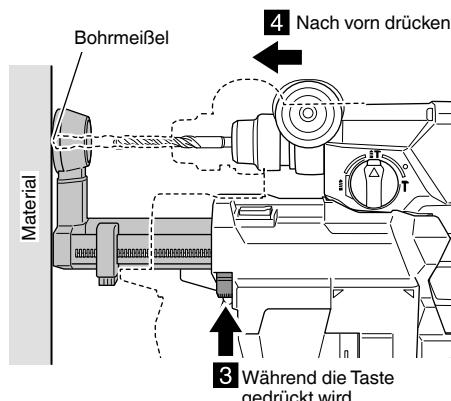

Abb. 6
- (3) Während Sie die Düseinstelltaste in Pfeilrichtung drücken, drücken Sie das Werkzeug zum Material, so dass sich die Düsenposition verkürzt, bis die Position erreicht wird, wo der Bohrmeißel das Material berührt. (**Abb. 6**)